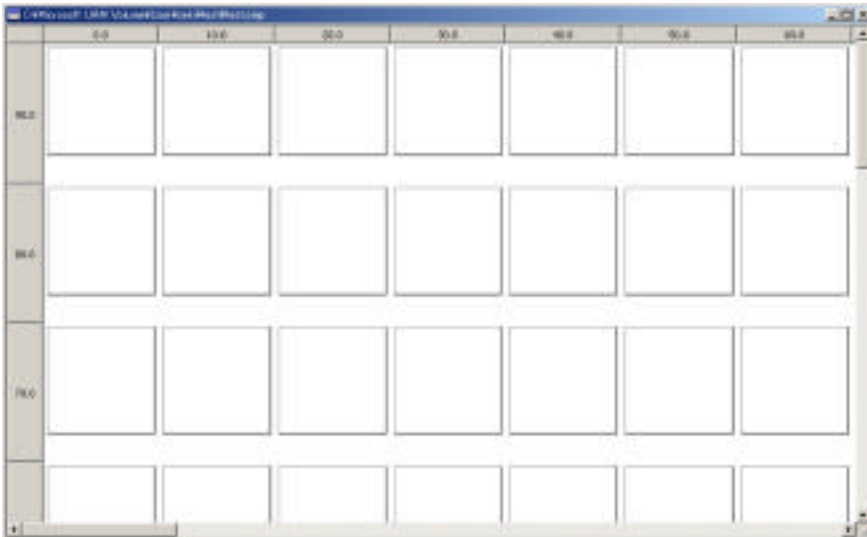

図.2 メインウインドウ
- ・ メインウィンドウ (図.2)
・メインウィンドウ（図.2）
メインウィンドウ初期画面では、シャッターが切られる毎にサムネイルが表示されますが、そのサムネイルを非表示にするときにこの  ボタンを押すと切り替わります。切り替わるとメイン画面は（図.5）になります。画像サムネイルウィンドウに切り替えたい場合は  を押すと（図.2）に戻ります。